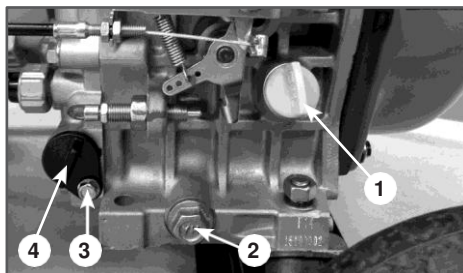

Рис. 18 Замена моторного масла
4. Очистите от загрязнений зону вокруг маслосливной горловины. Извлеките крышку-щуп (Рис. 18 п. 1) из маслосливной горловины и протрите его насуху.
5. Открутите пробку для слива масла (Рис. 18 п. 2) и слейте отработанное масло в подготовленную для этого ёмкость. Для наглядности на Рис. 18 показан двигатель генератора без шумозащитного кожуха.
6. Выкрутите болт фиксации масляного фильтра (Рис. 18 п. 3). Во избежание пролива масла подложите кусок ветоши под масляный фильтр, после чего извлеките его (Рис. 18 п. 4).